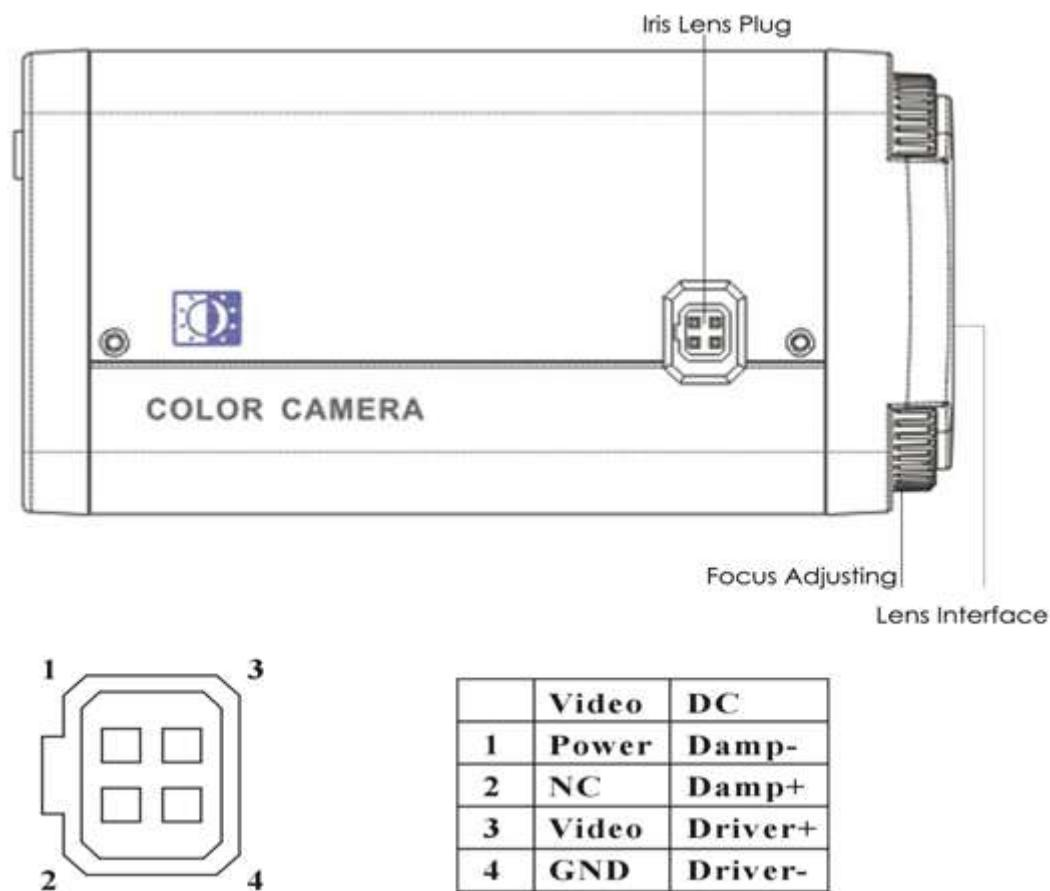

Рис.1.1 Боковая панель камеры в стандартном корпусе
- Iris Lens Plug:** Данные модели видеокамер имеют выход на управлении автодиафрагмой. Видеокамера имеет возможность управления автодиафрагмой по видеосигналу или постоянному току. Необходимая распайка контакта для управления по видеосигналу или постоянному току приведена на рис.1.1.